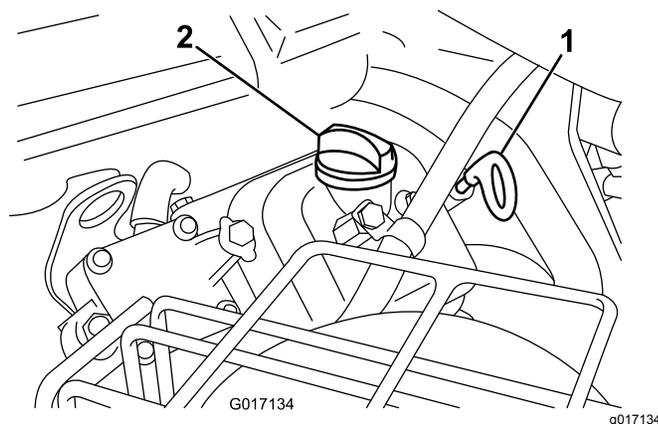

Figura 20
2. Estraete l'asta di livello e asciugatela con un panno pulito. Inserite l'asta di livello nel tubo, assicurandovi che sia inserita fino in fondo (Figura 20).